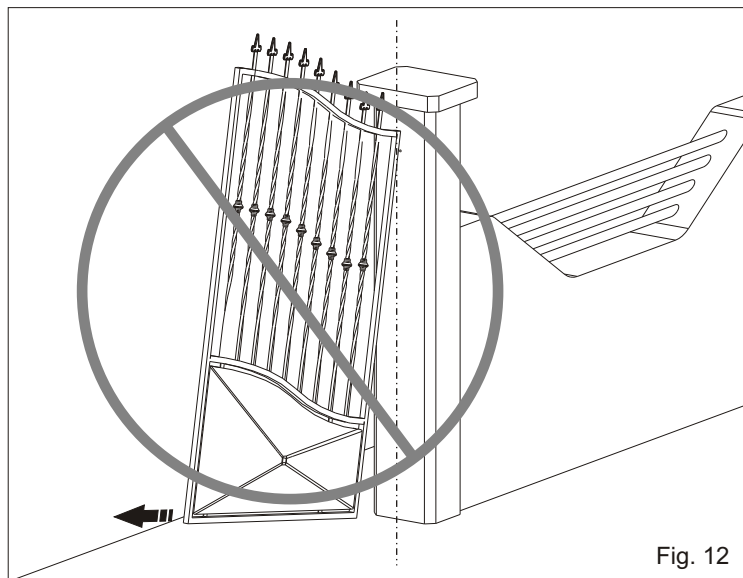
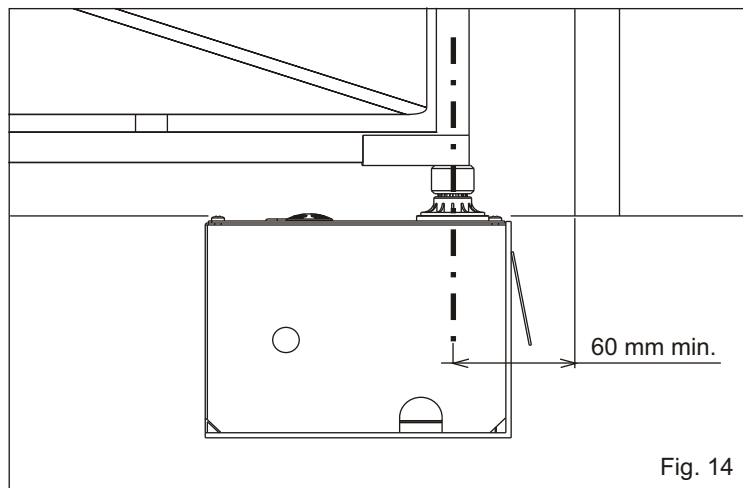

Fig. 12
Fig. 14
**3.8.** Hacer mucha atención a no poner la hoja fuera de los ejes (Fig. 12 y 13), el eje tiene que coincidir con el eje de rotación del gozne teniendo en cuenta que la distancia mínima de la columna es de 60 mm (Fig. 14).